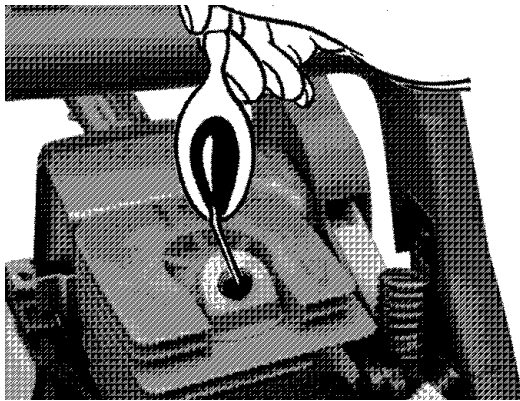

Fig. 31
5. Vacie 1 cucharadita de aceite limpio de 2 ciclos en la cámara de combustion. Jale el hilo de arranque lentamente varias veces para cubrir los componentes internos. Reemplace la bujía (Fig. 31).